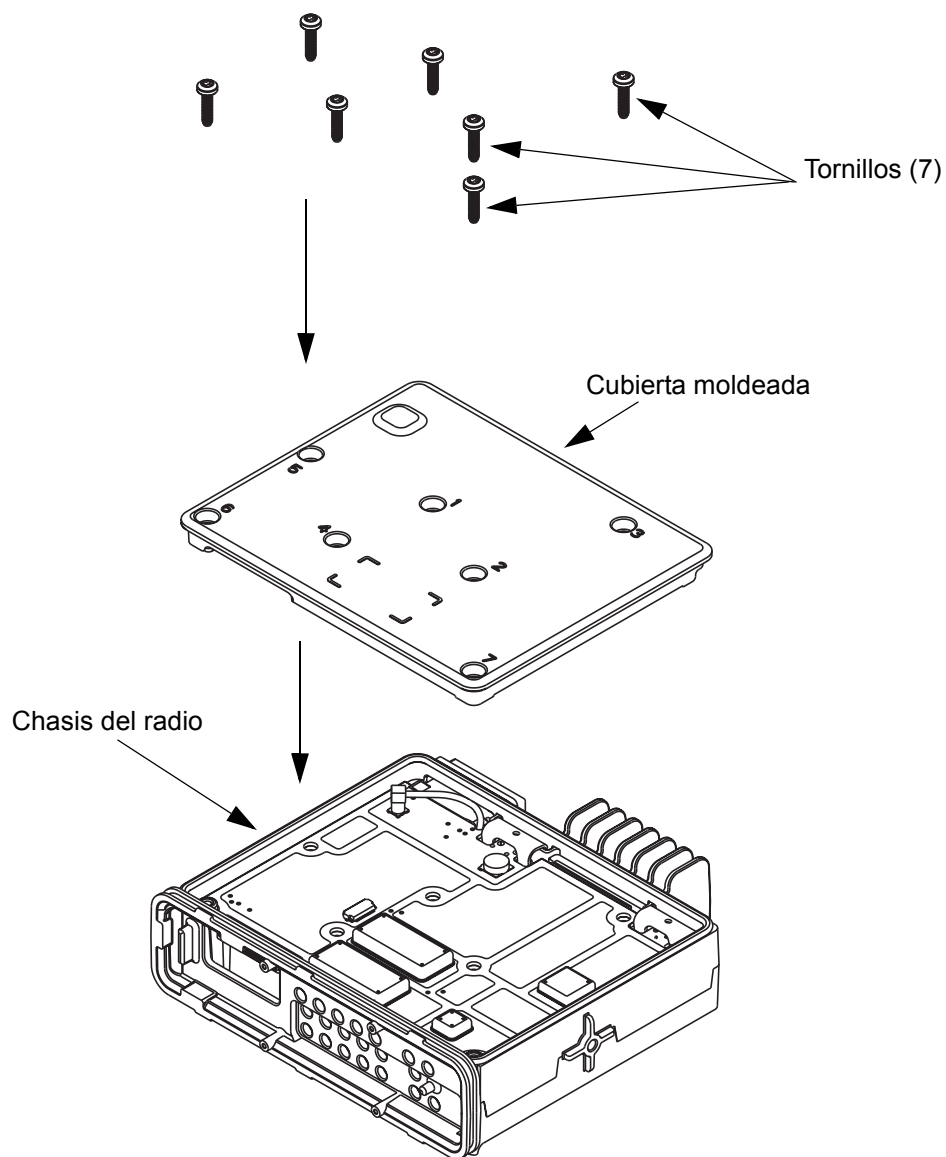

Figura 5-54 Montaje de la cubierta moldeada sobre el chasis
6. Coloque la cubierta moldeada sobre el chasis de tal manera que los agujeros de tornillos 6 y 7 se alineen con las protuberancias del chasis, como se muestra en la Figura 5-54.